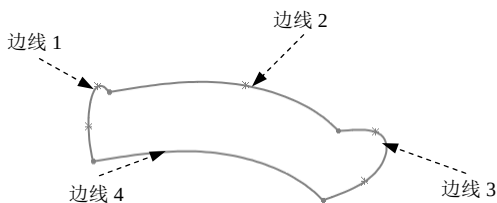

图 5.3.26 定义边界曲线
Step3. 定义边界曲线。分别选取图 5.3.26 所示的边线 1 和边线 3 为方向 1 的边界曲线，边线 2 和边线 4 为方向 2 的边界曲线。